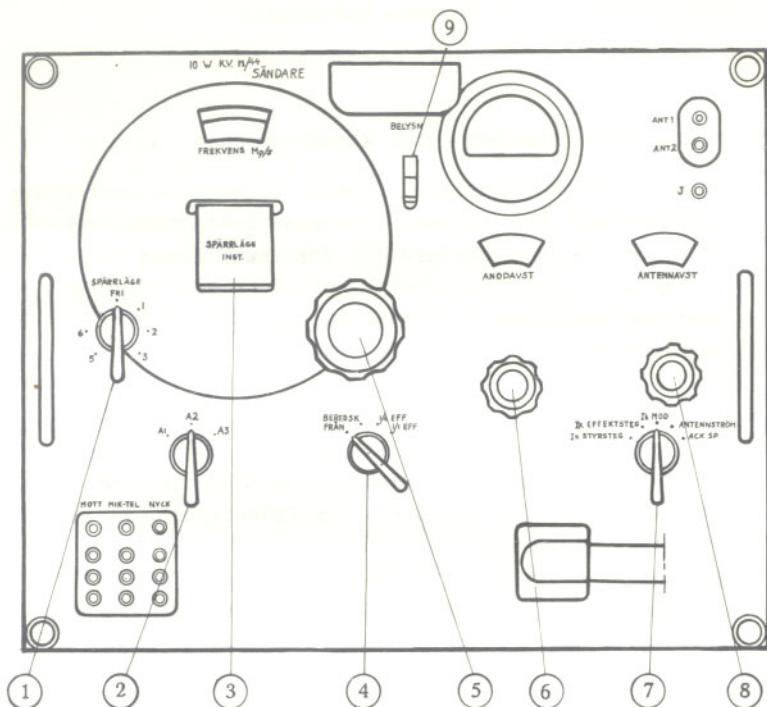

BILD 4 SÄNDARENS FRONTANEL
2.8. Sändarens manöver- och kopplingsorgan, bild 4
Sedan stationen installerats på något av de sätt som nämnts i kap 3, skall den göras klar för trafik . Siffran i ringarna hänvisa till bild 4 och 5 på sid. 7.